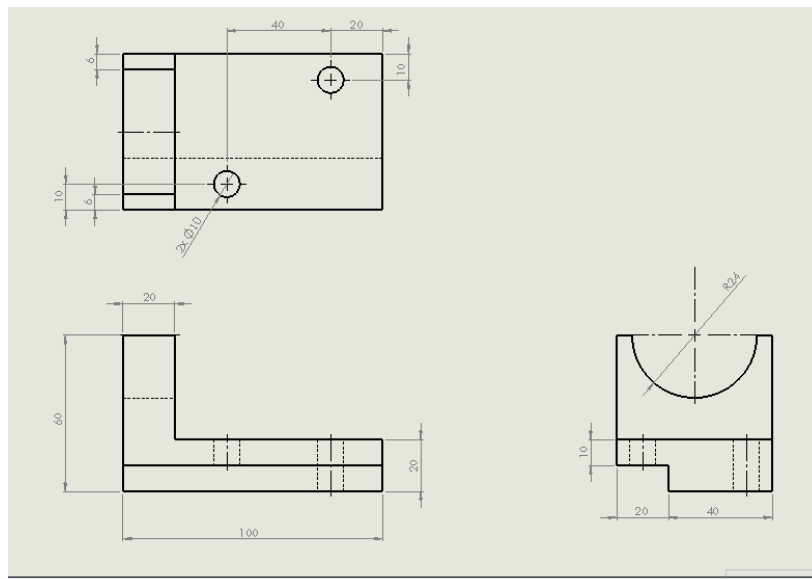

Figura 70. Ubicación preliminar de cotas en el plano.
- a) Coloque todas las cotas necesarias del plano utilizando la herramienta *Cota inteligente*, como se observa, por ejemplo, en la Figura 70.